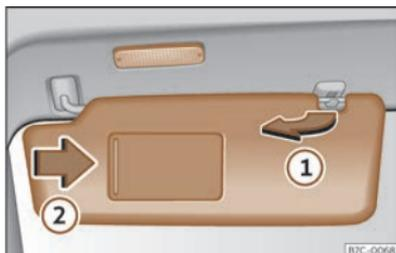

Fig. 84 Aletta parasole.
- L'aletta parasole può essere staccata dal supporto e orientata verso la porta >>> fig. 84 ①.